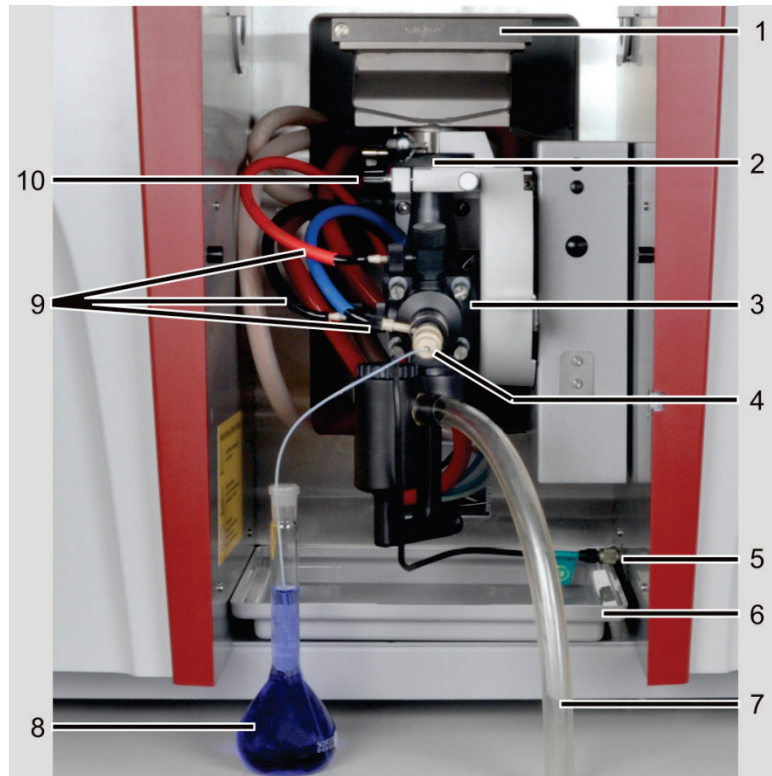

Bild 50 Flammentechnik, manuelle Probenzufuhr
2. Sitz des Mischkammer-Zerstäuber-Systems in der Haltevorrichtung der Höhenverstellung prüfen. Der Teller des Mischkammerrohres muss aufliegen. Die weiße Markierung am Mischkammerrohr muss über der Kante der Haltevorrichtung liegen (2 in Bild 50).
2. Sitz des Mischkammer-Zerstäuber-Systems in der Haltevorrichtung der Höhenverstellung prüfen. Der Teller des Mischkammerrohres muss aufliegen. Die Mischkammer muss zur Höhenverstellung fluchten, die weiße Markierung muss über der Kante der Haltevorrichtung liegen (2 in Bild 50 S.75).